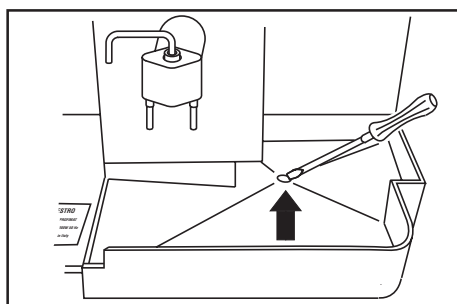

Fig. 4
- Sul fondo della vasca raccogliogocce è presente un foro normalmente chiuso da un diaframma sottile in plastica (fig.4). Qualora si voglia far scaricare il contenuto della vasca in un tubo di scarico, occorre sfondare con un cacciavite il suddetto diaframma.